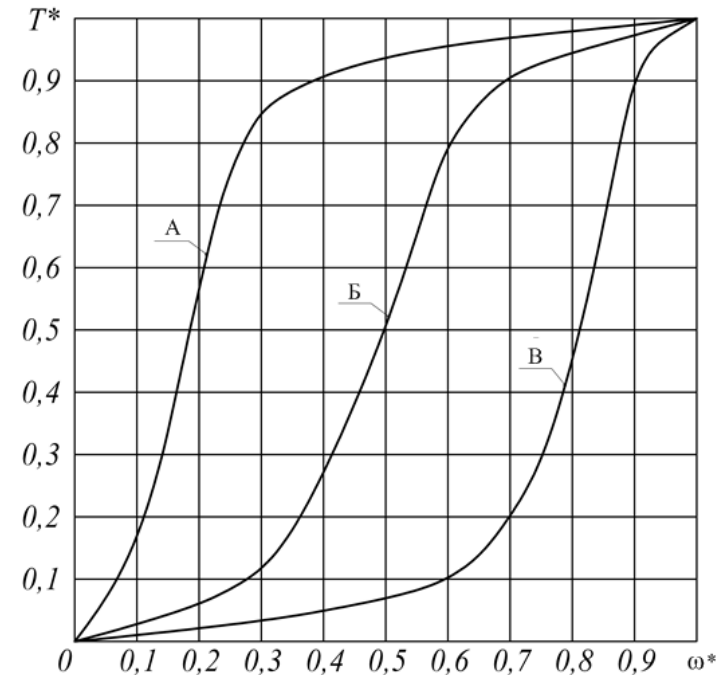

Рис. 14.1. Распределение времени работы рабочей машины в интервале регулирования скорости вращения:
• **к пункту 4 плана занятия.** Пользуясь рис. 14.1 и кривой Б, определить время работы T_i^* на каждой из 3 ранее определенных скоростей вращения, записанных в табл. 14.4 (в относительных единицах). Время работы T_i^* записать по форме табл. 14.5.
Например, при угловой скорости ω_n $\omega_n^* = 1,0$ (табл. 14.5). При этой угловой скорости $T_n^* = 1$ (рис. 14.1), значит, $T_n = T_{\text{уд}} \cdot 1$. Для угловой скорости $\omega^* = \omega_{2c}^*$ (табл. 14.5) по рис. 14.1 найти значение T_{2c}^* . Следовательно, $T_{2c} = T_{\text{уд}} T_{2c}^*$ и т. д.